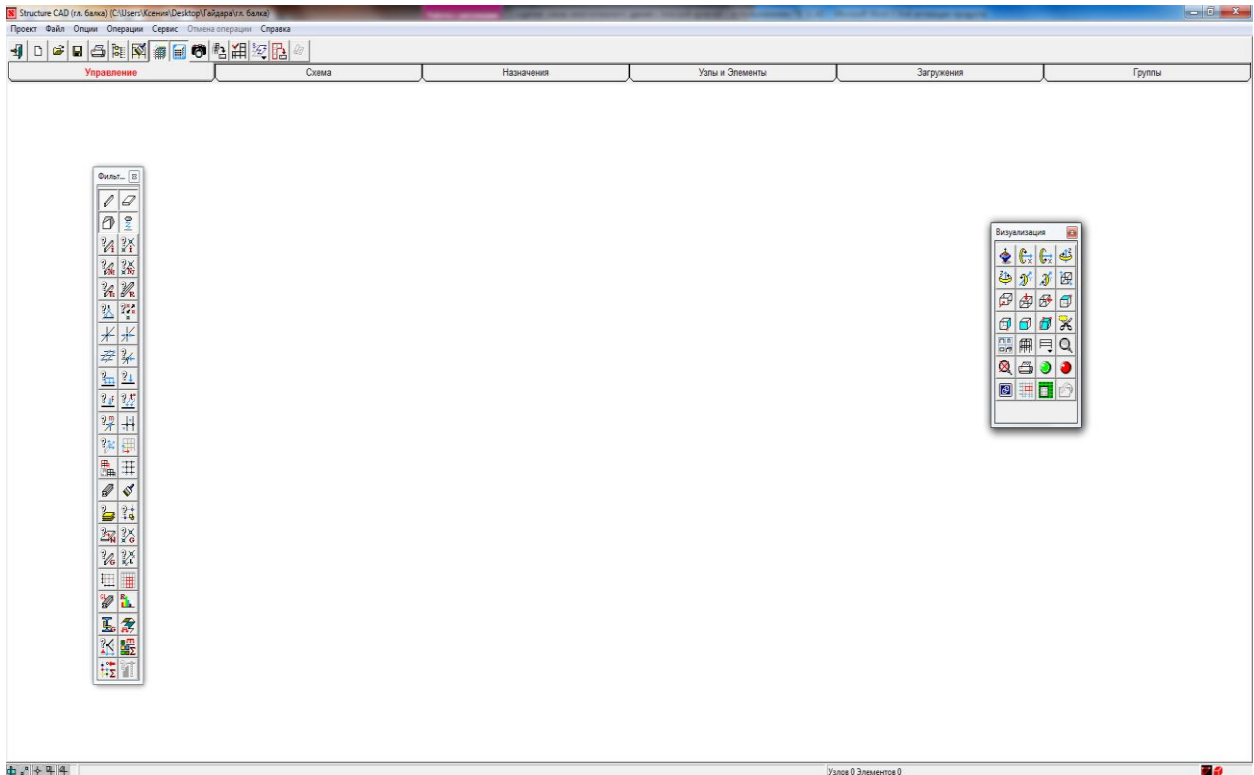

Рисунок 1.7 - Рабочее окно препроцессора
5. Для начала работы по созданию расчетной схемы, курсор подводится к пиктограмме  с названием **Расчетная схема** и нажимается левая кнопка мыши. В результате откроется рабочее окно SCAD, состоящее из панели Меню, Инструментальной панели и Панели вкладок (рис.1.7).